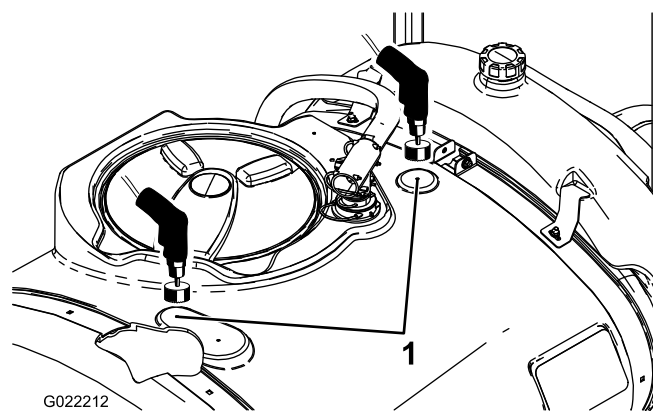

Figure 4
2. Localisez les deux emplacements de perçage repérés sur la cuve principale (Figure 4).